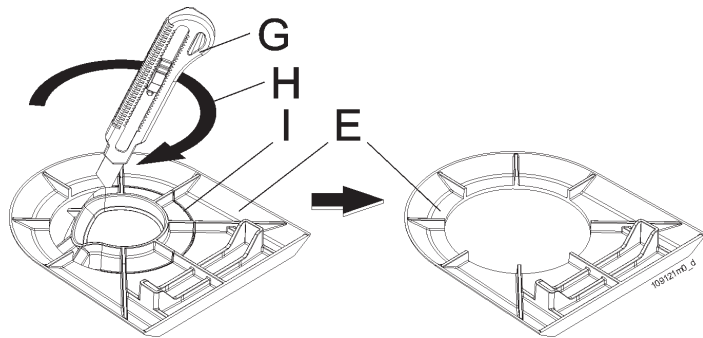

Figura 5-22 - Preparazione della guarnizione per coassiale
- 3.- controllare la guarnizione "E" che sia stata eliminata la parte indicata dalla gola "I" come indicato in figura 5-22;